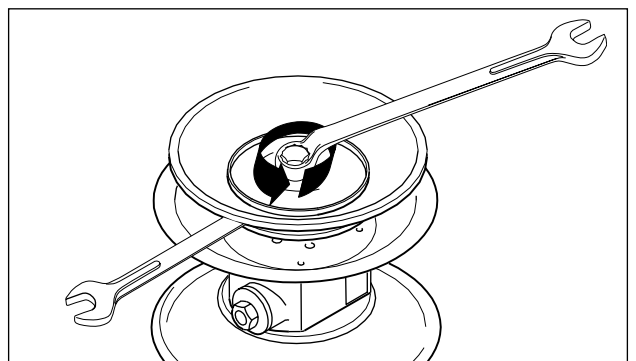

Fig. 10: Soltar el pistón. (No se aplica en el diafragma noppedE4®.)
- Soltar el disco exterior de la membrana y quitarlo junto con la membrana (Fig. 10).